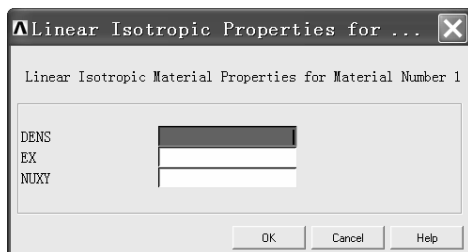

图 1-16 “Linear Isotropic Properties for...” 窗口
(2) 单击（如果是 ANSYS10.0 版本，这里需要双击）“Define Material Model Behavior”窗口中右边方框中的“LS-DYNA”文件夹，然后单击“Linear”文件夹，再单击“Elastic”文件夹，最后单击“Isotropic”，出现“Linear Isotropic Properties for...”窗口（见图 1-16）。